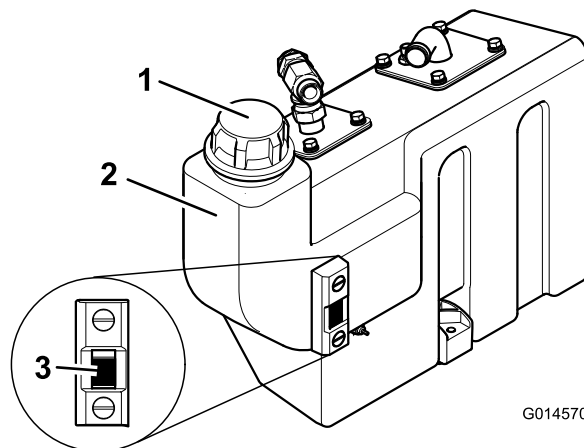

Figure 26
3. Si devez ajouter de l'huile hydraulique, nettoyez la surface autour du goulot de remplissage et du bouchon du réservoir hydraulique (Figure 26) puis retirez le bouchon.